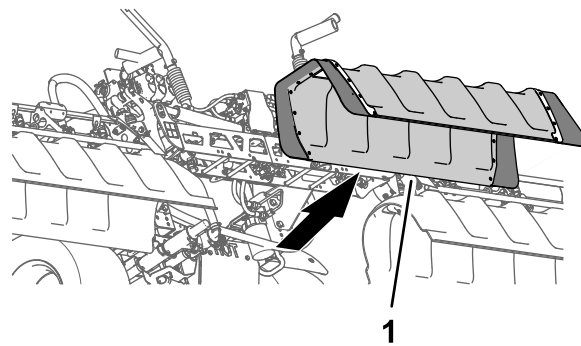

Рисунок 28
2. Снимите кожух средней секции с машины (Рисунок 28).